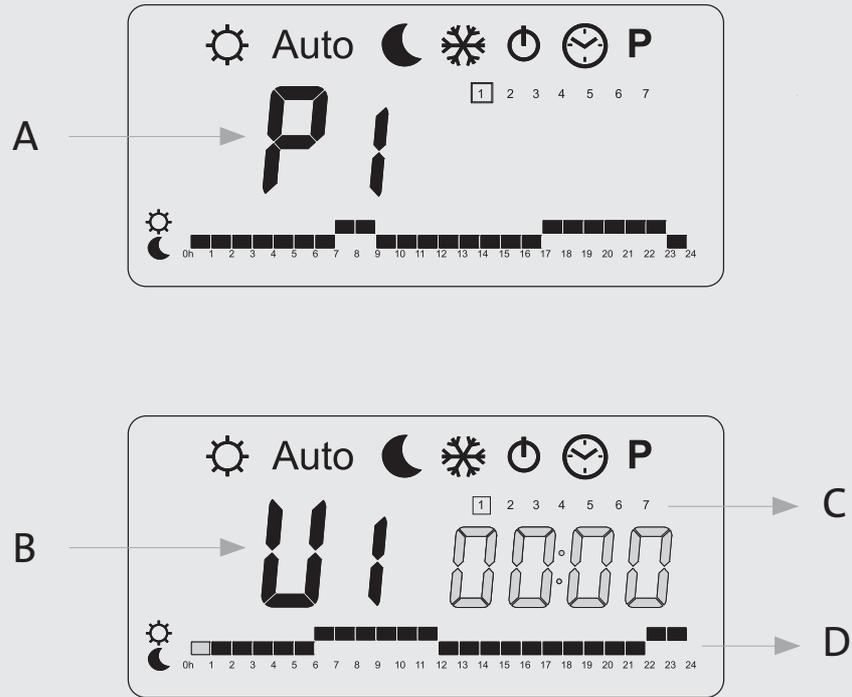

Fig 9.
Sélectionner U1-U4 (FIG 9, B) avec les touches (+) et (-) et appuyer sur (OK) pour personnaliser un programme.
La FIG 9, C indique le jour programmé (1 représente le Lundi). La FIG 9, D correspond à la programmation des horaires.